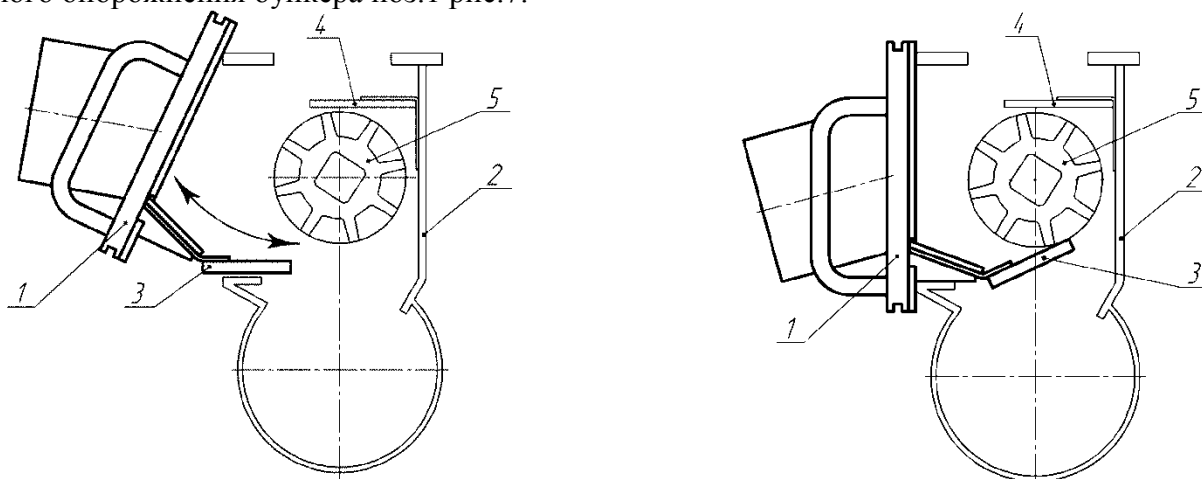

Рис.7. Установка/снятие крышки высевающего аппарата
4.9.Вместо стандартных крышек высевающих аппаратов установить крышки с системой управляемого опорожнения бункера поз.1 рис.7.